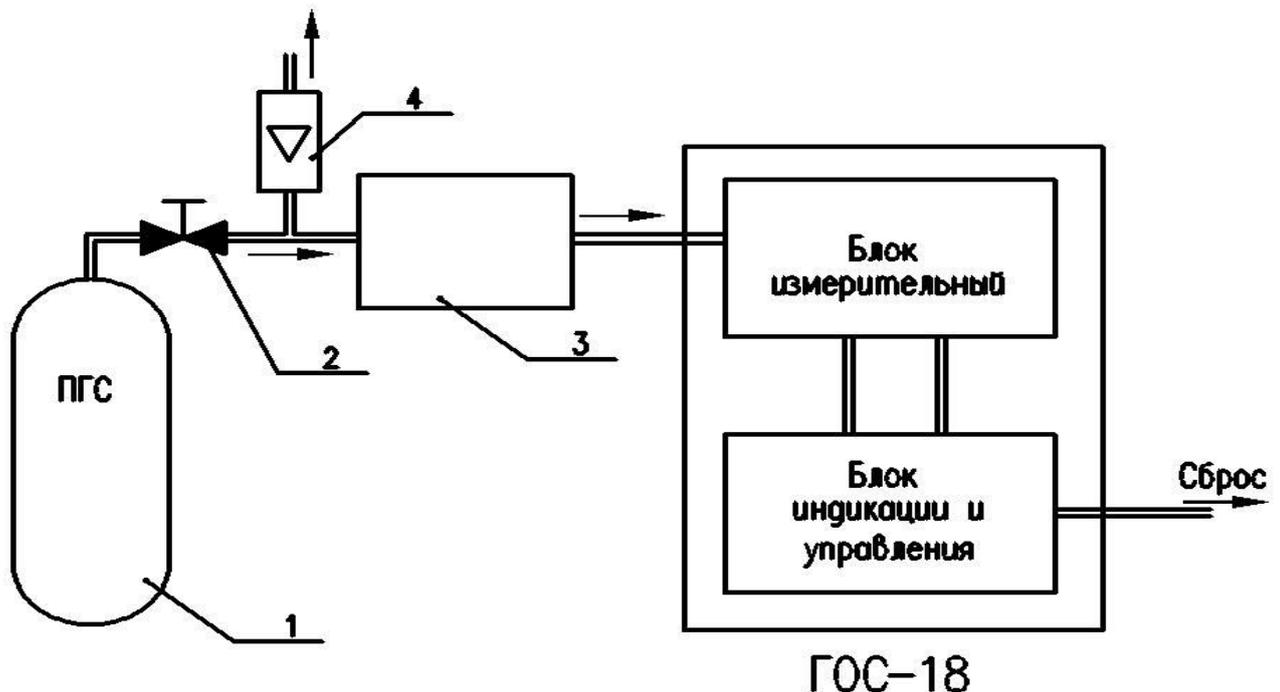

Рис. 4 – Схема подключения анализатора при проверке нуля измерительного канала:
- подсоедините баллон с ГС (сухой чистый азот), ротаметр к входу прибора, как показано на Рис. 4;